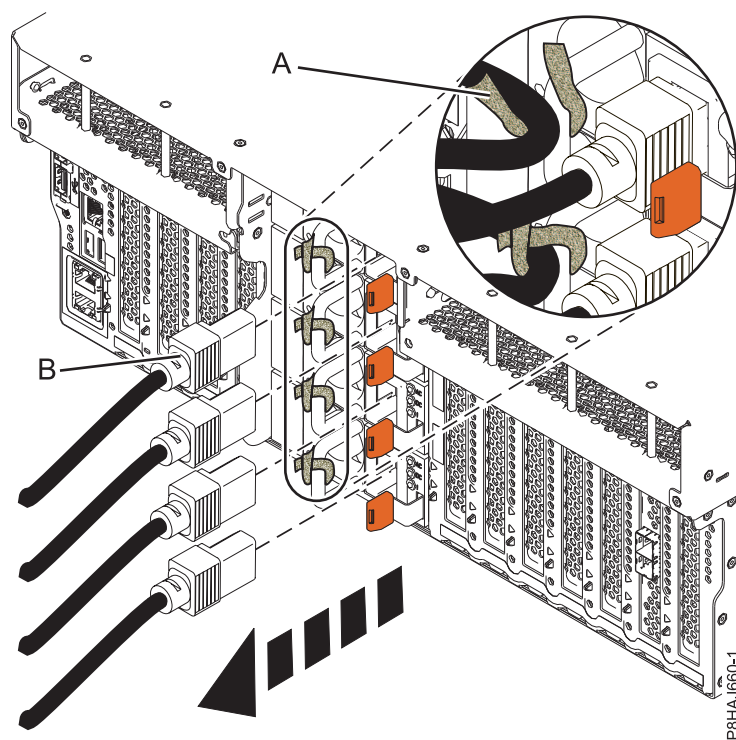
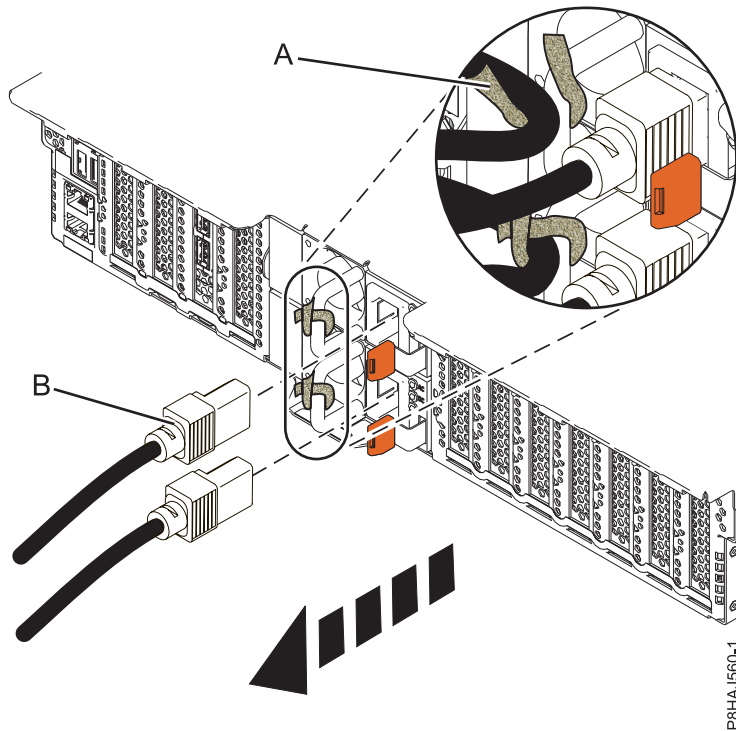
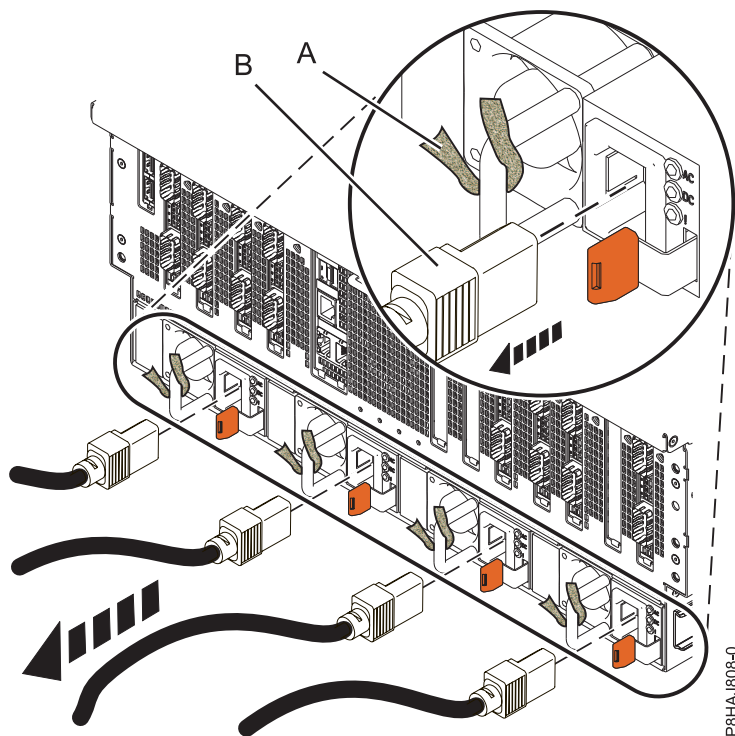

Figura 41. Remover os cabos de alimentação de um sistema 8247-42L, 8286-41A ou 8286-42A
Figura 42. Remover os cabos de alimentação de um sistema 5148-21L, 5148-22L, 8247-21L, 8247-22L, 8284-21A ou 8284-22A
Figura 43. Remover os cabos de alimentação de um sistema 8408-44E ou 8408-E8E
3. Desligue os cabos de alimentação (**B**) da unidade de sistema. Consulte Figura 41 na página 57, Figura 42 na página 57 ou Figura 43 na página 58 ou dependendo do tipo de sistema.